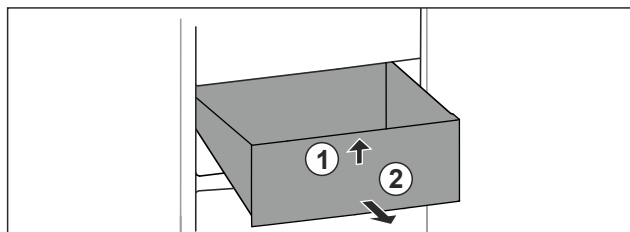

Fig. 136
- ▶ Nadzvedněte zásuvku vpředu. Fig. 136 (1)
- ▶ Vyměte zásuvku dopředu. Fig. 136 (2)